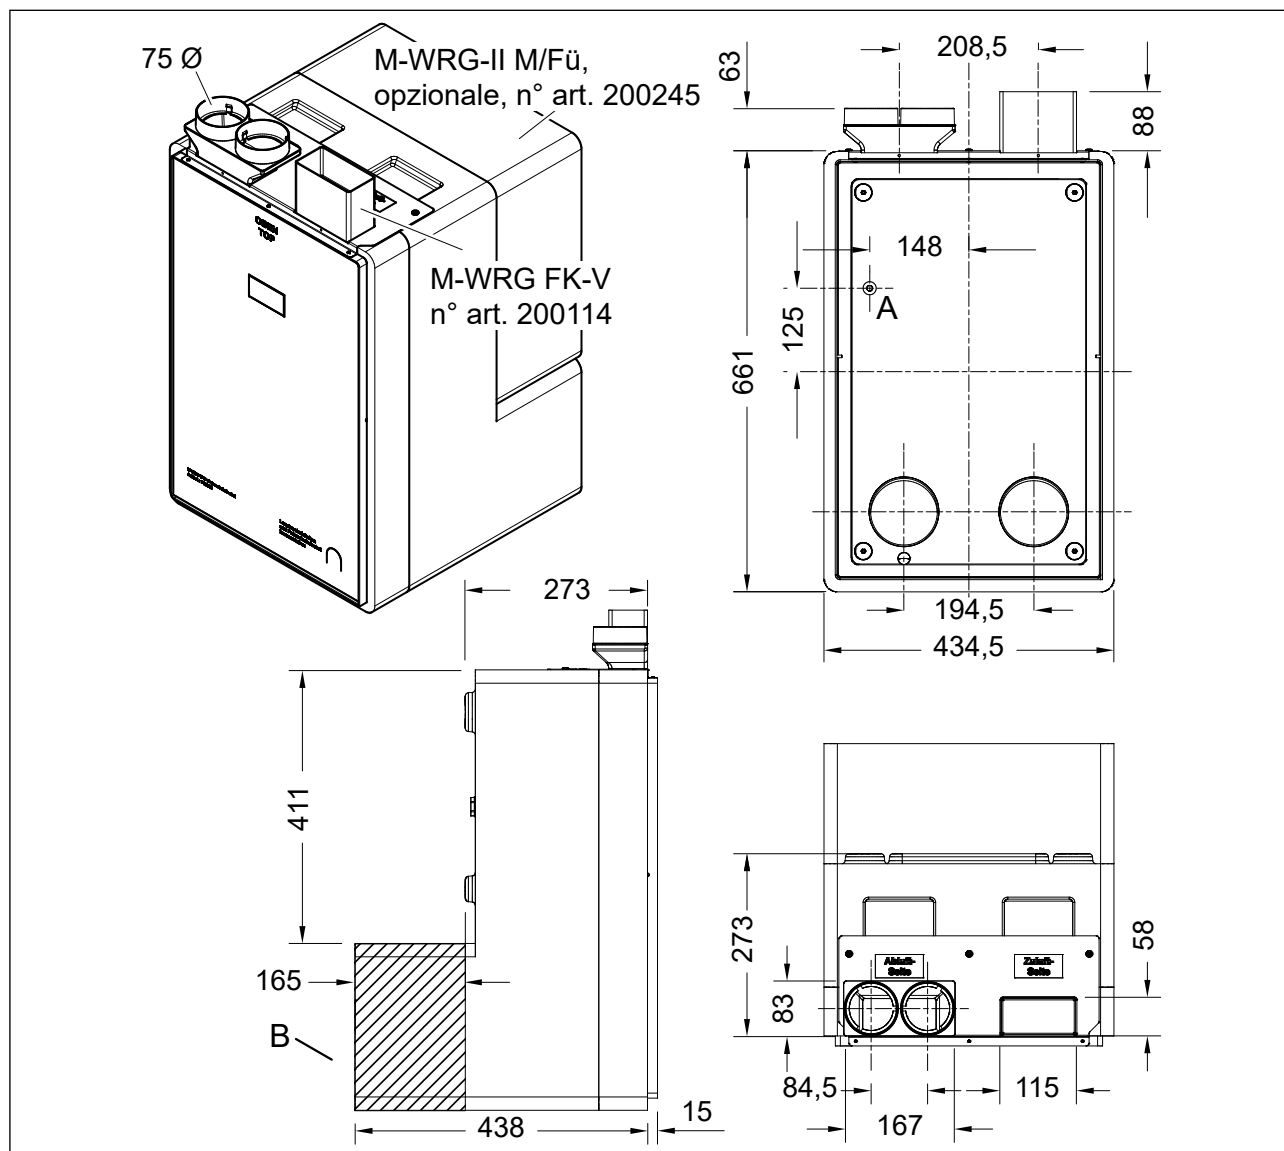

Fig. 8: Misure del set di montaggio con elemento di riempimento opzionale in millimetri
- B Il set di montaggio può essere accorciato di 165 mm fino a 273 mm (senza cornice intonaco). Nelle aperture dell'aria estratta e dell'aria inserita si possono inserire a scelta due allacciamenti per canale piatto o due allacciamenti per tubo flessibile o un allacciamento per canale piatto e uno per tubo flessibile. Per la raffigurazione delle misure dell'allacciamento per canale piatto e per tubo flessibile, nella Fig. 8 è stata scelta una configurazione con allacciamento per canale piatto (FK) e tubo flessibile (diametro di 75 mm).